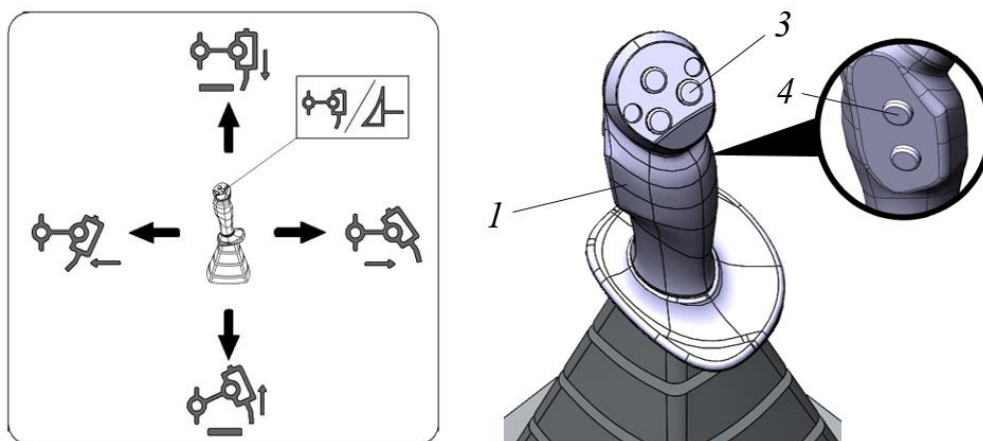
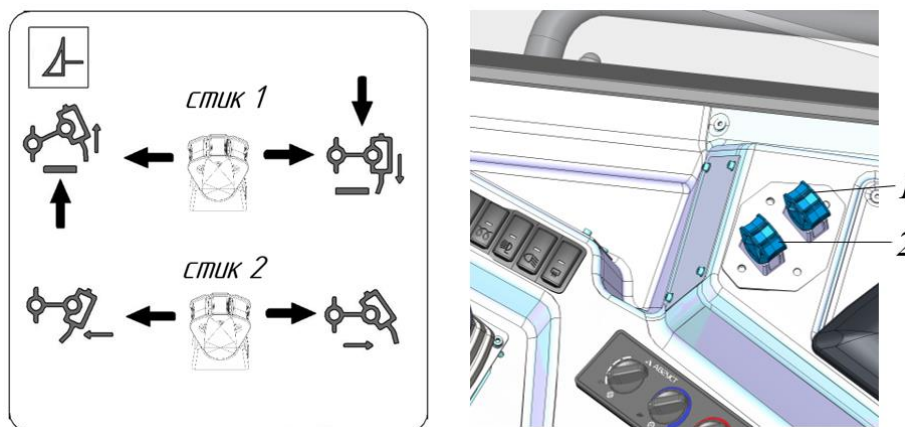
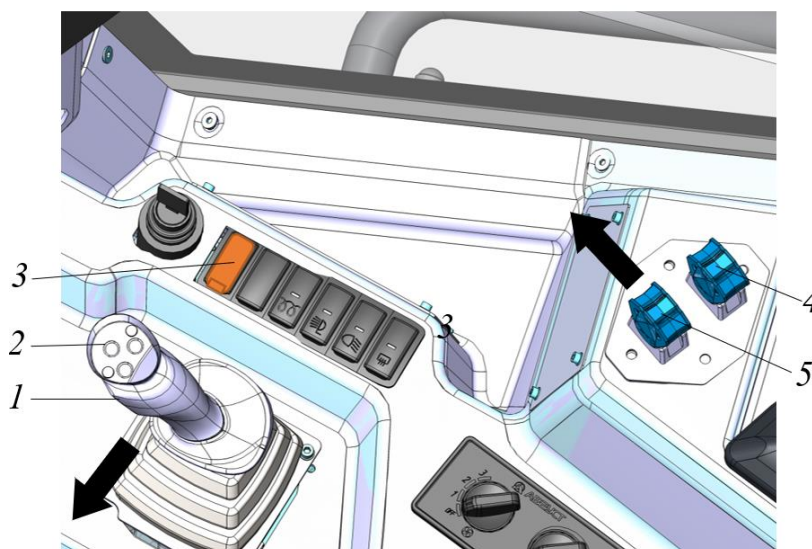
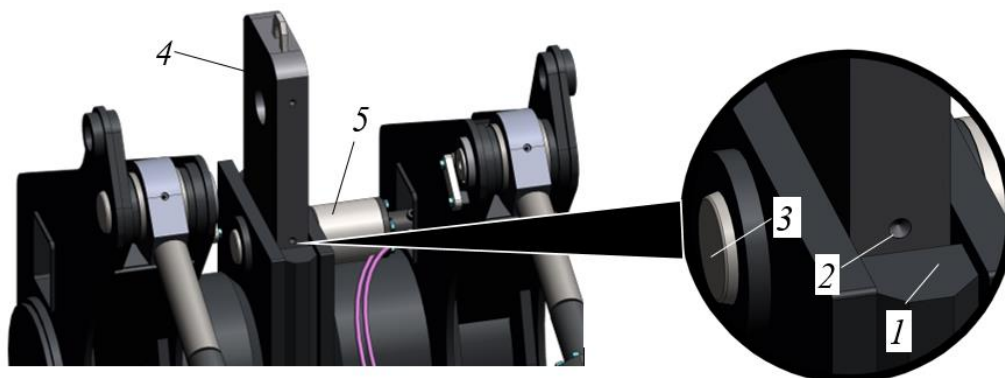

Рисунок 3.93. Схема управления рыхлителем с основного джойстика
Рисунок 3.94. Схема управления рыхлителем при помощи стиков
Рисунок 3.96. Органы управления правой тумбы
Рисунок 3.97. Процедура смены высоты ножа
Управление задним навесным оборудованием (рыхлителем) – может осуществляться с джойстика НО или стиков. Для управления рыхлителем с джойстика НО необходимо перейти в режим «Рыхлитель». Смена режима осуществляется кнопкой 3 на рукояти джойстика 1, рис. 3.93. По нажатию кнопки 3 на панели приборов загорится световой индикатор, информирующий режим «Рыхлитель» активирован. При активированном режиме «Рыхлитель» стики управления задним навесным оборудованием не действуют.
Отклонение джойстика вперед соответствует опусканию рыхлителя, отклонение джойстика назад – подъему рыхлителя. Отклонение джойстика влево соответствует наклону ножа рыхлителя к машине, отклонение джойстика вправо – отклонение ножа рыхлителя от машины. Схема управления навесным оборудованием представлена на рис. 3.93. При нажатии кнопки 4 на тыльной стороне рукояти джойстика, рыхлитель автоматически поднимается (опция).
рыхлителя к машине, отклоняя стик 2 назад соответствует – отклонению ножа рыхлителя от машины. Схема управления навесным оборудованием стиками представлена на рис. 3.94.
Переход в режим смены высоты ножа осуществляется нажатием верхней кнопки 2 основного джойстика навесного оборудования в режиме управления задним оборудованием «Рыхлитель», либо при нажатом тумблере в режиме управления передним оборудованием «Отвал» (рис. 3.96). Для того, чтобы задвинуть фиксирующий палец в цилиндр механизма смены высоты ножа при помощи джойстика НО необходимо:
- ▶ Нажать и удерживать кнопку 2, затем рукоять джойстика 1 переместить до упора влево (рис. 3.96 направление показано стрелкой).
- ▷ Фиксирующий палец 3 переместится в корпус гидроцилиндра 5, освободив нож рыхлителя 4 (рис. 3.97).
- ▶ Удерживая кнопку 2 (рис. 3.96) в нажатом положении рукоятью джойстика 1 (рис. 3.96) выставить положение ножа 4 относительно гнезда 1 (рис. 3.97, также дополнительно см. схемы управления рыхлителем рис. 3.93) так, чтобы метка на ноже 2 была чуть выше торцевой поверхности гнезда 1, как показано на рис. 3.97.
- ▶ Отпустить кнопку 2 (рис. 3.96), перемещая рукоять 1 в направлении стрелки задвинуть палец в отверстие ножа.
- ▷ Фиксирующий палец 3 выдвинется из гидроцилиндра 5, зафиксировав нож рыхлителя 4 в гнезде 1 (рис. 3.97).
- ▶ Открыть крышку 3, закрывающую тумблер (тумблер на рис. 3.96 не показан).
- ▶ Нажать и удерживать тумблер в нажатом положении, затем стик 5 переместить до упора в направлении стрелки, см. рис. 3.96.
- ▶ Удерживая тумблер в нажатом положении стиком 4 (рис. 3.96), поднимая опуская рыхлитель выставить положение ножа 4 относительно гнезда 1 (рис. 3.97, также дополнительно см. схемы управления рыхлителем рис. 3.94) так, чтобы метка на ноже 2 была чуть выше торцевой поверхности гнезда 1, как показано на рис. 3.97.
- ▶ Заккрыть крышку 3 (рис. 3.96).